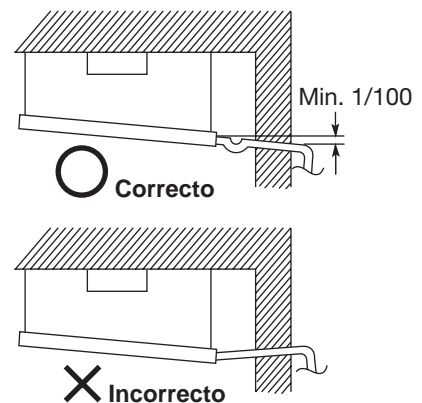

Fig. 3-104b
4. Respete una pendiente descendente de 1 cm/metro y coloque un sifón. (Fig. 3-104b).